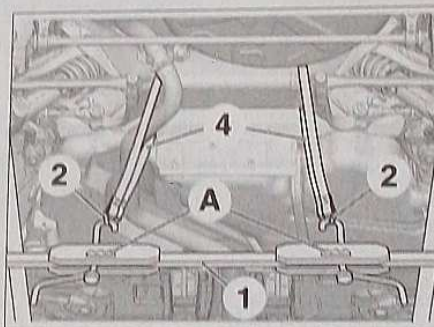

FIG.4
- Engager les quatre sangles (4) autour de la traverse arrière, au niveau de la soudure entre la traverse arrière et les parties latérales en veillant à ne pas contraindre l'échappement avec la sangle gauche (Fig.4).